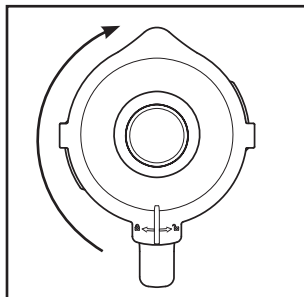

Abb. 2
- 4) Drücken Sie den Deckel **2** versetzt wieder fest auf den Mixaufsatz **3** auf. Schließen Sie den Deckel **2**, indem Sie ihn im Uhrzeigersinn in die Position  drehen, bis er hörbar einrastet (siehe Abb. 2). Achten Sie darauf, dass die Ausgießnase am Mixaufsatz **3** verschlossen ist. Nur wenn der Deckel **2** bündig aufgesetzt ist, kann der Motor starten.